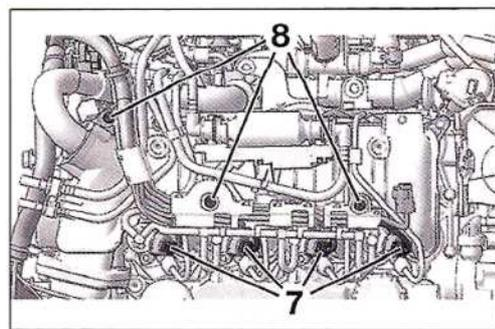

FIG. 60
- Sacar los conectores de los inyectores (7) (Fig.60).
- Desmontar las fijaciones (8) y las tuberías de retorno de inyector.